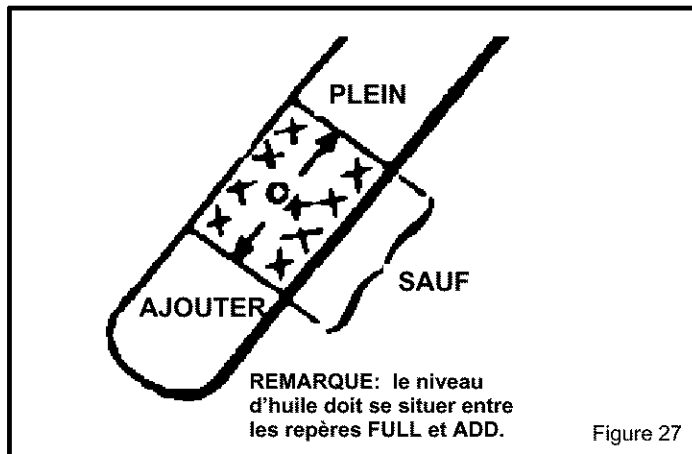

Figure 27
**Vérifier le niveau d'huile du carter:** (Figure 27) avant de mettre le moteur en marche et ensuite toutes les 5 heures d'utilisation. Compléter le niveau avec de l'huile moteur au besoin. Resserrer fermement le bouchon de remplissage et la jauge après la vérification du niveau.
**Vidange d'huile** – Vidanger l'huile après les deux premières heures d'utilisation et toutes les vingt-cinq heures par la suite ou au moins une fois par an même si le chasse-neige n'accumule pas vingt-cinq heures d'utilisation par saison. Utiliser une huile détergente de bonne qualité et propre. Remplir le carter jusqu'au repère de la jauge identifié "FULL" (0,77 L pour les moteurs 10 HP et 0,83 L pour les 12 HP) (voir Figure 27). L'huile doit correspondre aux désignations "SF", "SE", "SD" ou "SC" de l'API. Ne pas utiliser d'huile SAE 10W40 (cette huile n'effectue pas un bon graissage). Par températures inférieures à 0°C ou 32°F utiliser de l'huile SAE5W30. (L'huile SAE10W peut également être utilisée). Par températures inférieures à -18°C ou 0°F, de l'huile SAE0W30.